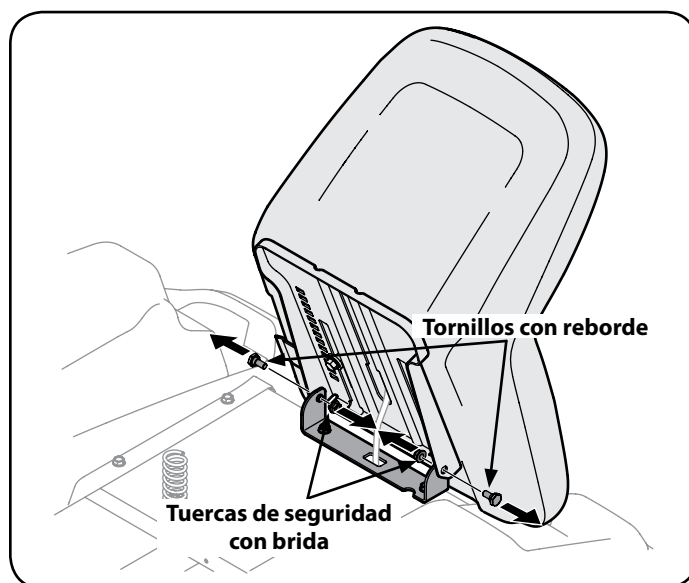

Figura 5
- Gire el asiento hasta la posición deseada y asegúrelo en su lugar con los tornillos de reborde y las tuercas de seguridad con brida que extrajo antes. Tenga cuidado de no doblar o dañar el cableado mientras instala el asiento. Vea la Figura 5.